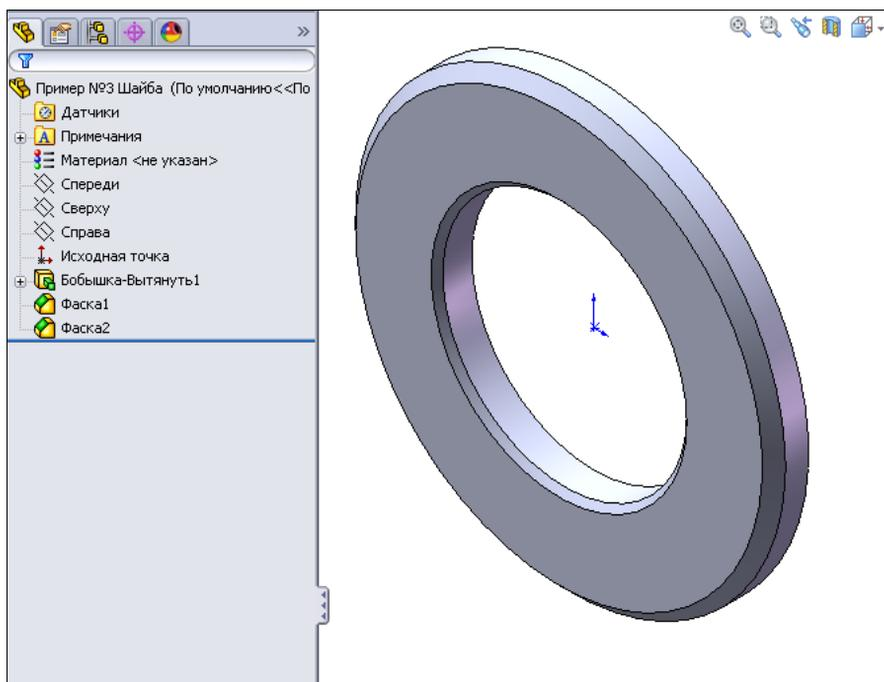

Рис. 3.47
4. Нажмем кнопку для того, чтобы закончить редактирование конфигурации (рис. 3.47).